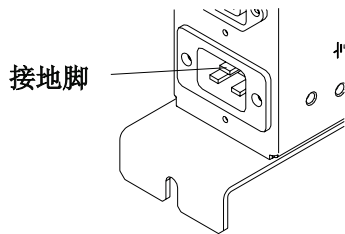

图 8. 控制器扩展ac引线分配盒的接地脚
- 检查在控制器扩展上安装的机器保证电路连通（服务处理器，网络节点处理器，调制解调器，驱动器等等）以及ac引线分配盒的接地脚（参照图8）。